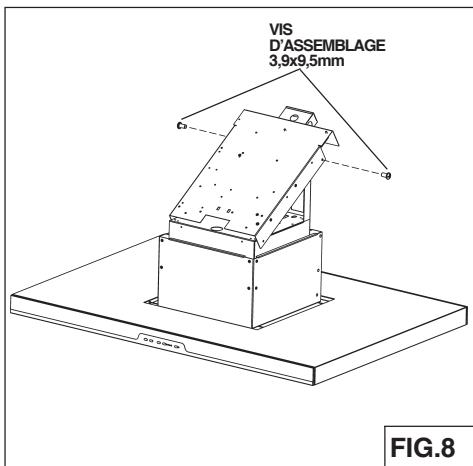

FIG.8
1. Enlevez le boîtier électrique du cadre de la cheminée en retirant (2) vis de 3,9 x 9,5 mm (Fig. 8).